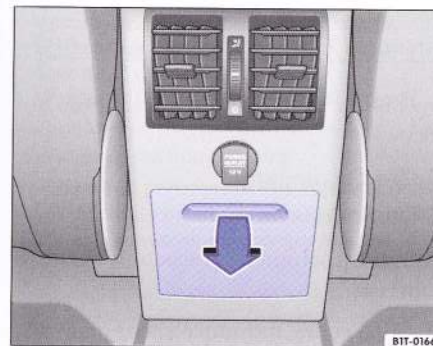

Fig. 91 Support pentru băuturi rabatabil în consola centrală din spate.
– Pentru deschidere trageți capacul ⇒ fig. 91 în sensul indicat, în jos.